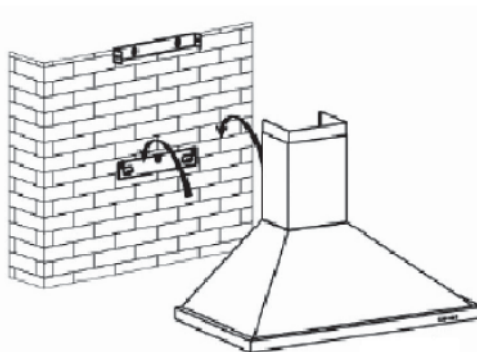

fig. 2
– Placera dit och koppla in kåpans kropp över detta fäste med de tillhandahållna skruvarna (fig. 2).